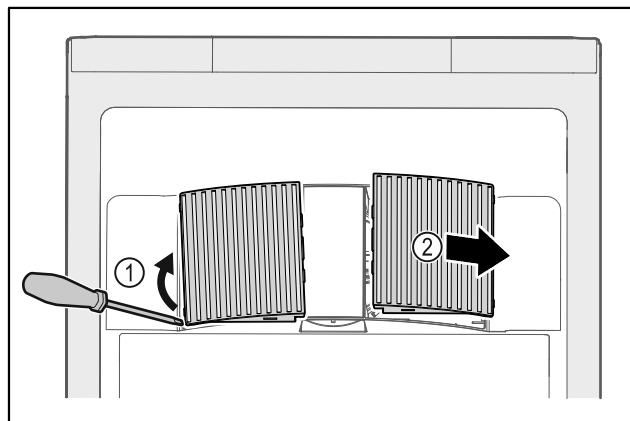

Fig. 203
- Estrarre con cautela i coperchi delle ventole dai lati Fig. 203 (1) e rimuoverli in avanti Fig. 203 (2).